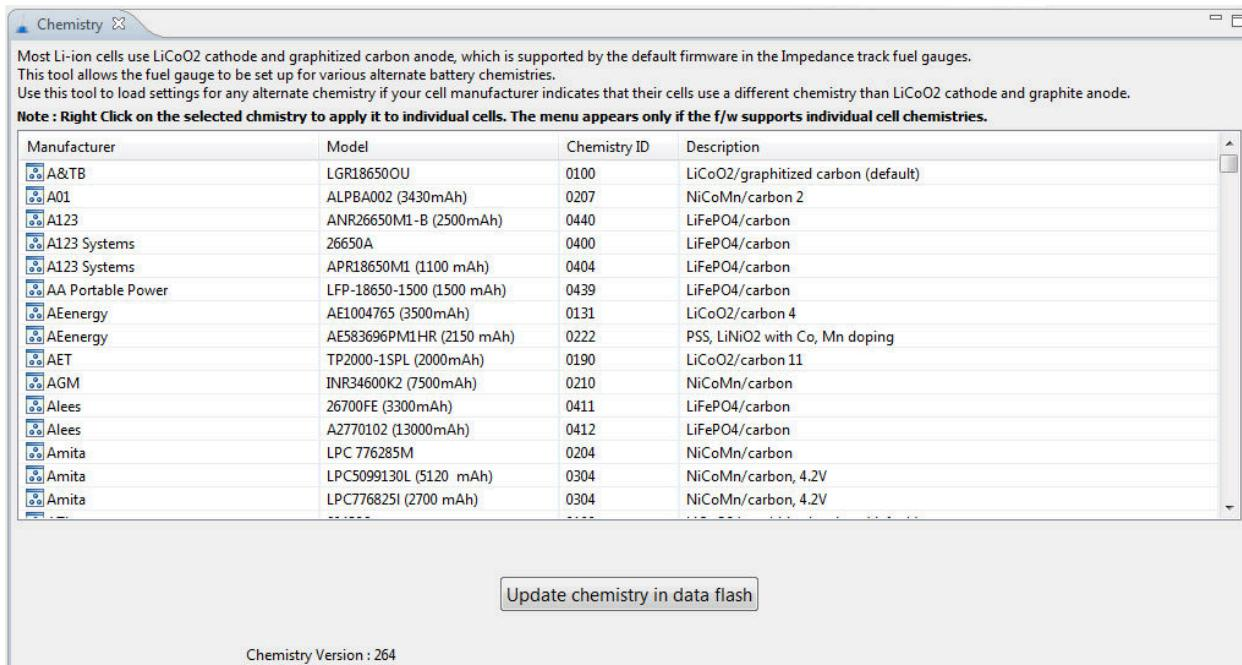

图 3-4. 化学成分屏幕
- 选择表格中与电芯匹配的 ChemID（参阅 图 3-4）。